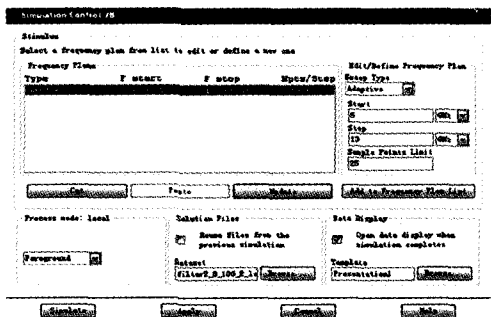

图4 S 参数仿真设置
(2)为电路设置基本仿真条件,执行命令 Momentum-Simulation-S-parameters,添加合适的 S 参数仿真,如图 4。